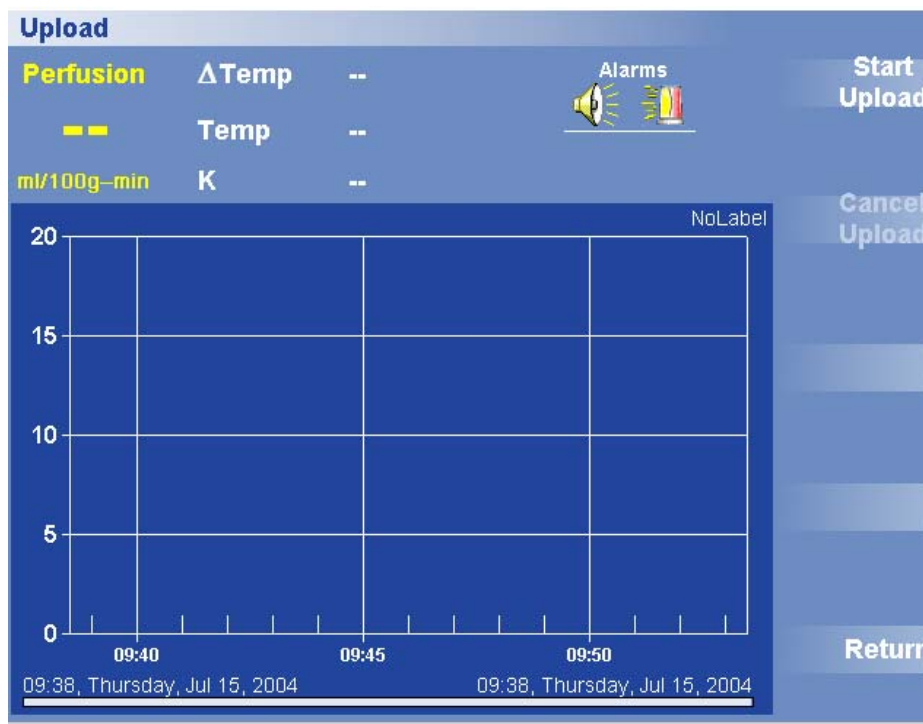

図 18 保存データのアップロード開始
4. Stored Data (保存データ) > Upload Data (データのアップロード) を押します。保存データのアップロード開始メニューが表示されます(図18)。